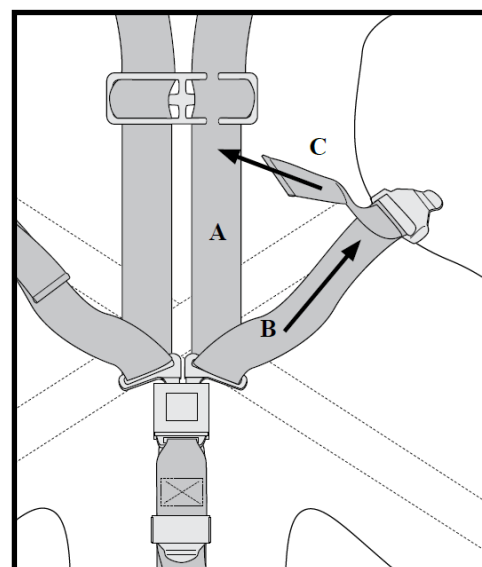
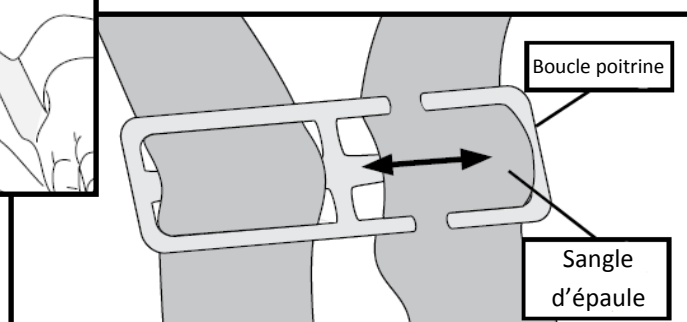

Figure 6 - La fixation des sangles d'épaule
Figure 5 - La fixation des sangles d'épaule
7. Faites passer la sangle d'épaule du côté gauche du patient dans le clip de poitrine (figure 5) et faites glisser la boucle de poitrine jusqu'au niveau des aisselles. Pour serrer les sangles d'épaule, se référer à la figure 6 en suivant la procédure suivante :
- Serrez la sangle (A) contre l'épaule et la poitrine en tirant la partie B d'une main tout en stabilisant la boucle centrale avec l'autre main.
- Serrez la sangle d'épaule (B) en tirant sur la partie C avec une main tout en stabilisant la boucle centrale avec l'autre main.
2. Poussez fermement vers le bas pour le désenclencher. (voir figure 6)